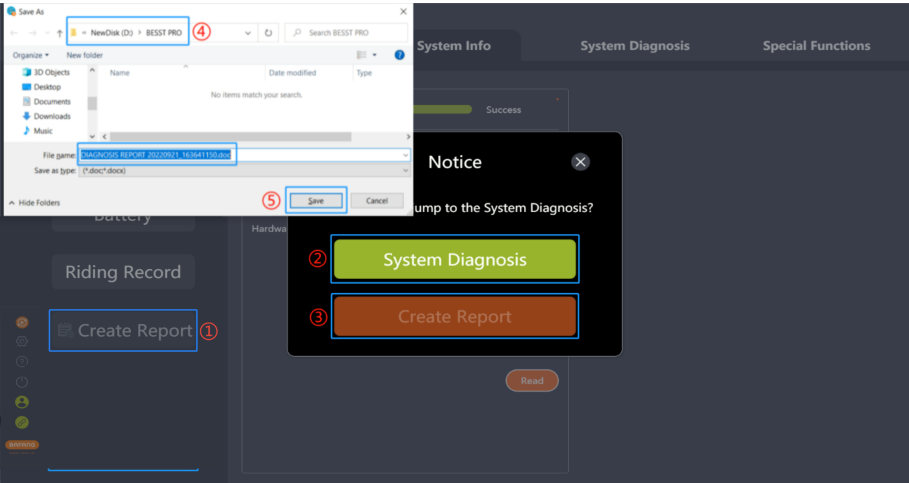

图 7-9 系统信息界面创建报告
- 1. 点击“创建报告”，提示“要跳转到系统诊断吗？”（如图 7-9）；